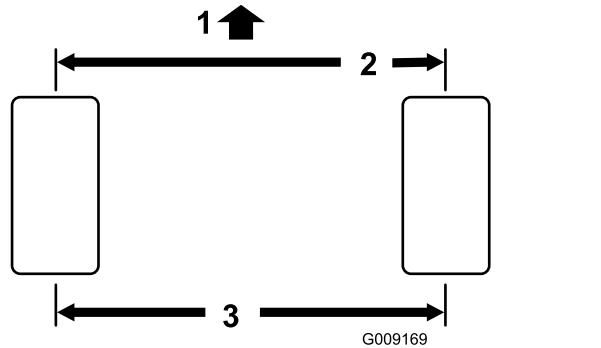

Figura 76
2. Mida la distancia entre centros (a la altura del eje) en la parte delantera y trasera de los neumáticos de dirección (Figura 76).